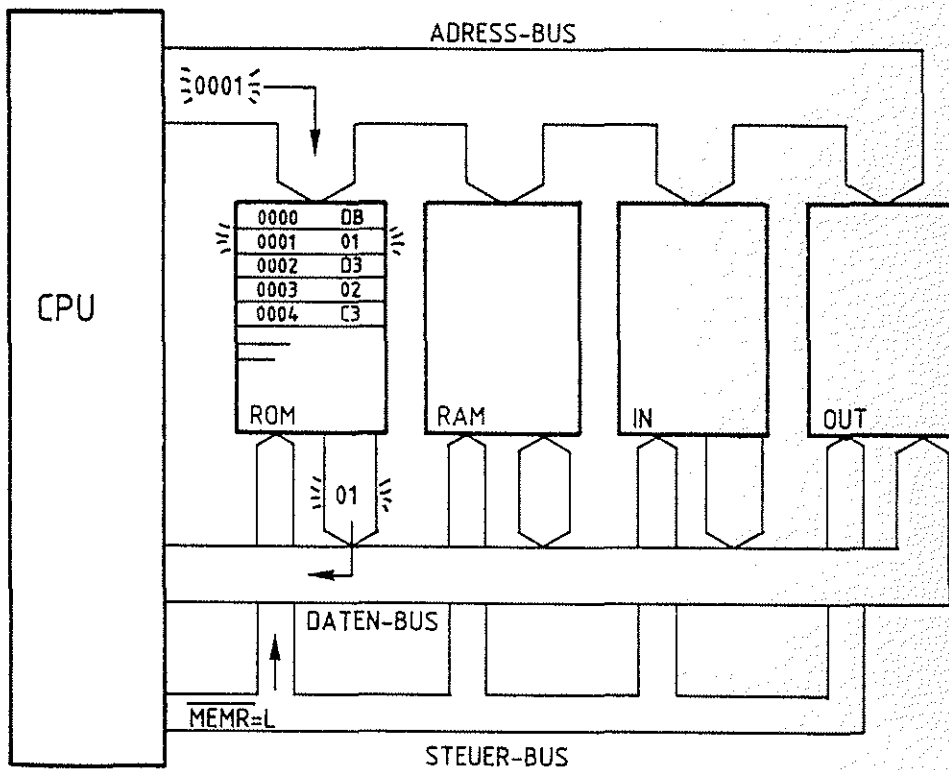

Bild 4: Lesen der Port-Adresse 01 aus dem Speicher
- Zum Lesen des Inhalts der nächsten Speicherzeile erhöht der Prozessor den Befehlszählerstand um Eins, transportiert ihn zum Adreßregister und aktiviert das Steuersignal  $\overline{\text{MEMR}}$ . Der Speicher übergibt daraufhin den Inhalt der Speicherzeile 0001 an den Akkumulator. Jetzt hat der Prozessor alle Informationen für die Ausführung des 1. Befehls (Bild 4).